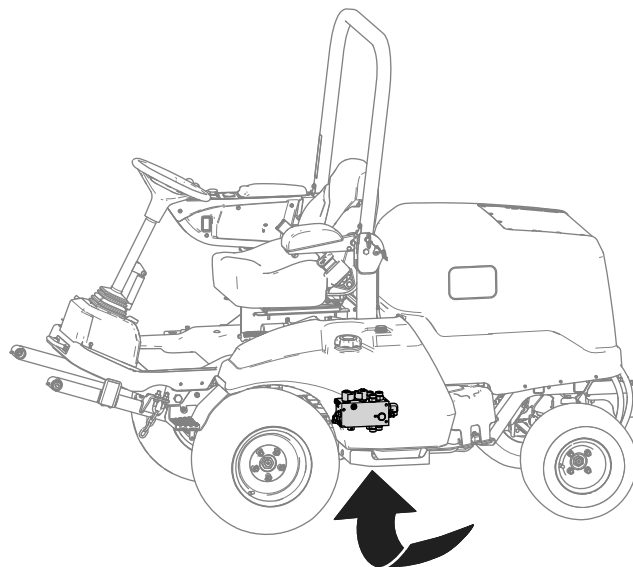

Рисунок 20
3. Найдите гидравлический коллектор подъема под машиной (**Рисунок 20**).